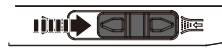

Fig. 4
Insira o interruptor selector Sopros de pó/aspiração (8) (Fig. 4) para a posição direita para soprar o pó da trajectória de corte.